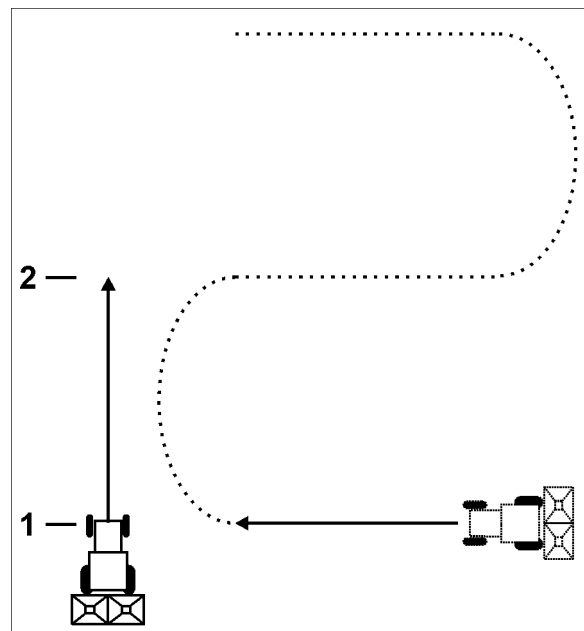

Fig. 7
1. Au bout du champ, roulez perpendiculairement au sens de travail et, à hauteur de la trace du tracteur (Fig. 7/1), appuyez sur la
2. Lorsque la valeur correspondant à la largeur de travail (Fig. 7/2) est affichée comme distance parcourue, commencez avec le raccord.